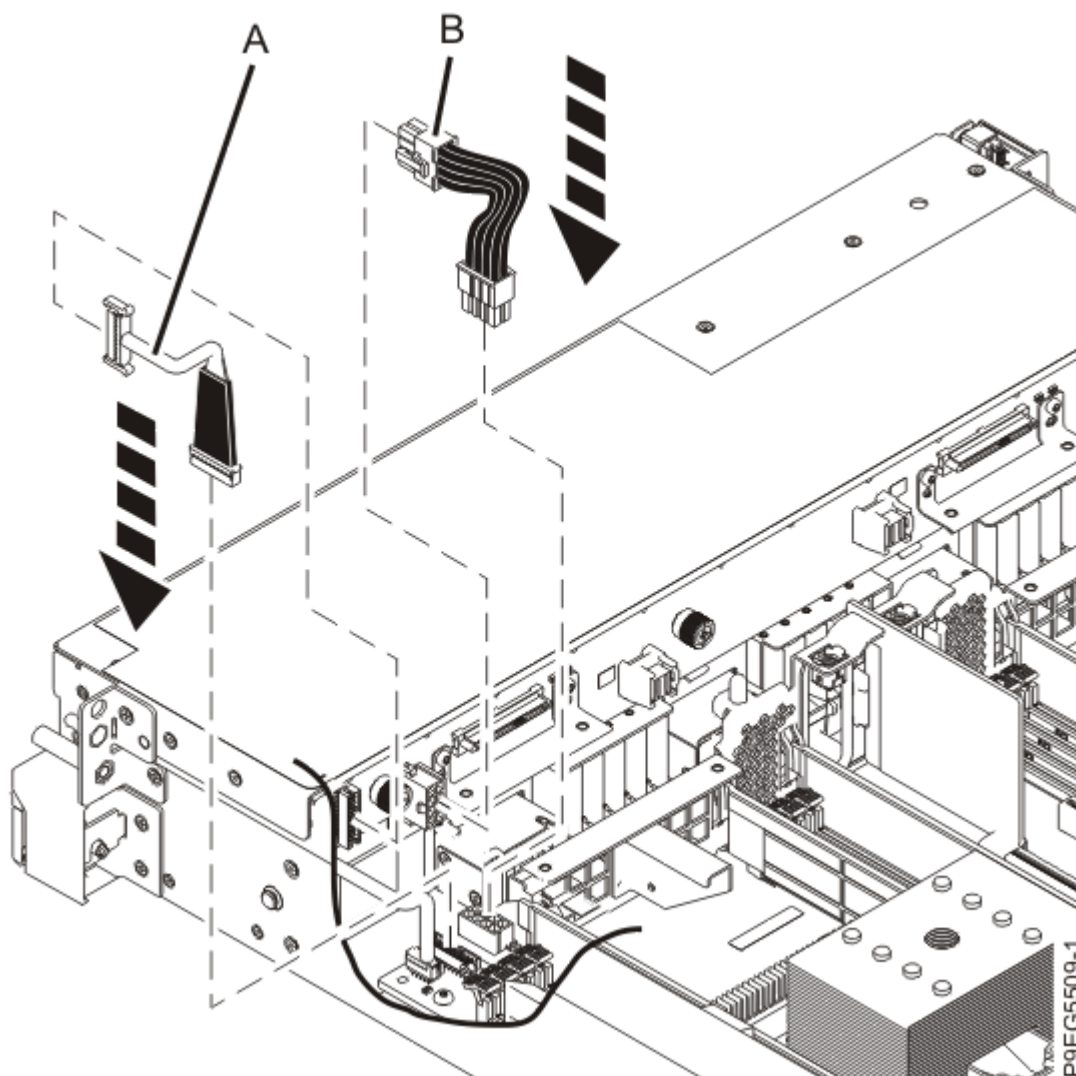

Figura 15. Reconectando o cabo de sinal e o cabo de energia
4. Usando suas etiquetas, reconecte o cabo de sinal (**A**) e o cabo de energia (**B**) ao painel traseiro da unidade de disco conforme mostrado na Figura 15 na página 17.